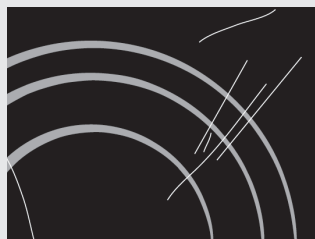

рис. 1
Каждый раз перед использованием протирайте со стеклокерамической поверхности и дна посуды пыль и грязь, которые могут поцарапать поверхность (рис. 1).
- ⚠ **Проверьте, чтобы на стеклокерамической поверхности не осталось следов чистящего средства, так как при нагреве оно может приобрести агрессивные свойства и привести к изменениям структуры стеклокерамической поверхности (рис. 1).**
- ⚠ **Для очистки варочной поверхности нельзя использовать агрессивные чистящие спреи и неподходящие жидкие чистящие средства (рис. 1 и 2).**